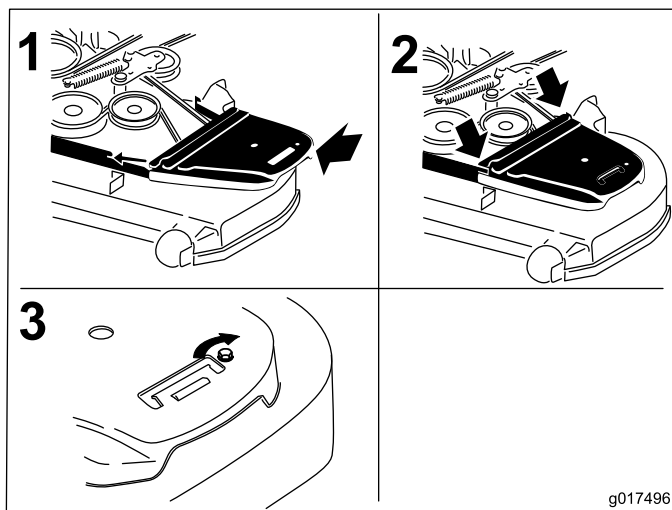

Figura 81
12. Montate i paracinghia (Figura 81).